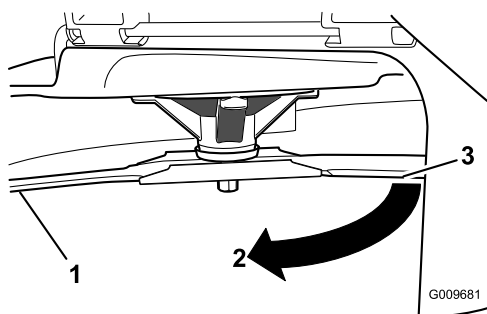

Figura 56
3. Distancia medida entre la cuchilla y la superficie (A)
4. Gire la misma cuchilla 180 grados de manera que el otro extremo esté en la misma posición (Figura 56).